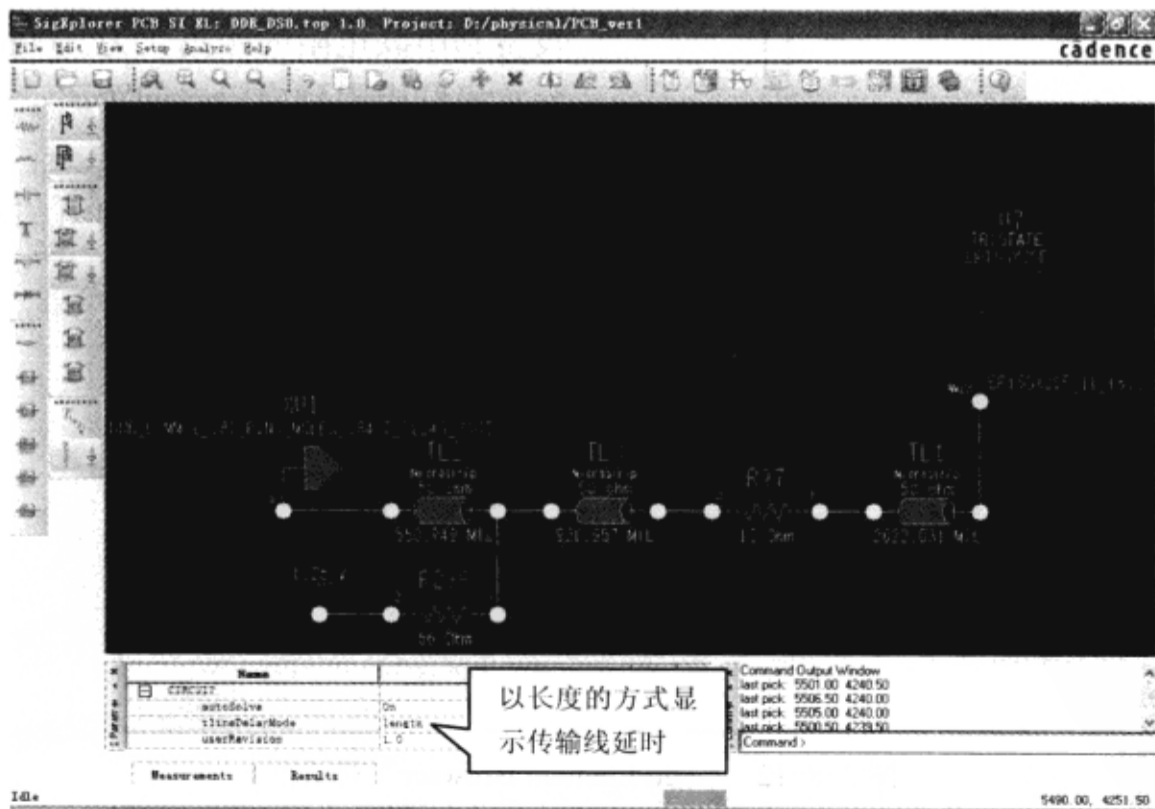

图 3-8-10 DDR\_DS0 网络拓扑
(4) 单击“tlineDelayMode”的“Value”区域，一个带箭头的下拉菜单显示在文本框中→单击下拉箭头选择“length”→按“Tab”键，传输延迟以长度单位显示，如图 3-8-10 所示。